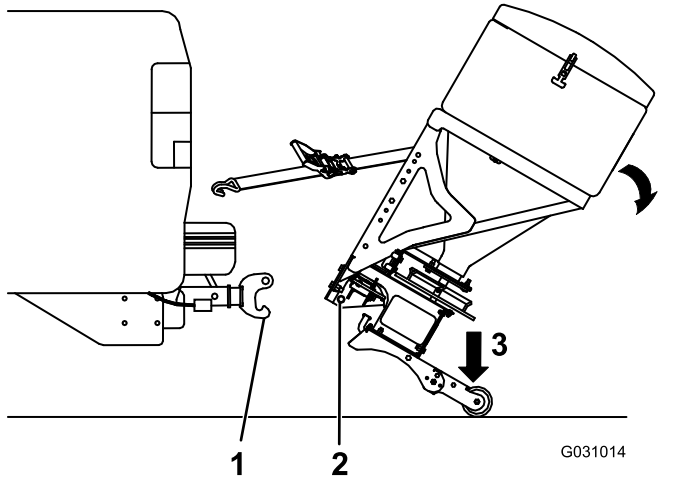

Figura 12
- Sujete firmemente el esparcidor y pise sobre el conjunto de la pata para hacerlo rotar hacia atrás, hasta que el pasador inferior del acoplamiento RT3 salga del gancho del enganche RT3 (Figura 12).